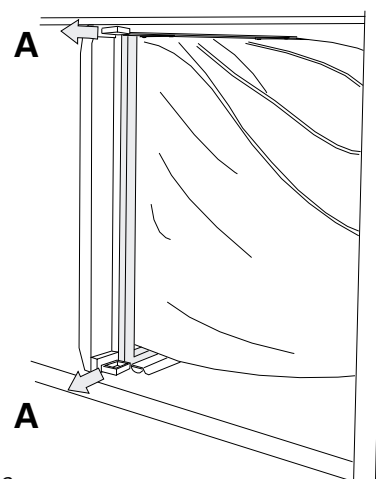

Fig 6
- Træk håndtagene (A i fig. 6) ved filterfæstets over- og underkant ud, så den excentrisk styrede liste åbnes.